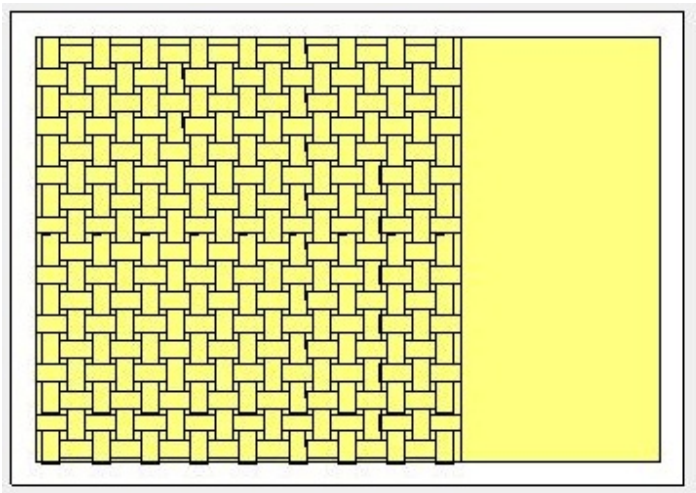

Рис. 4.13. 2D-модель кліше
1. Створюємо прямокутний об'єкт та розмножуємо його (рис. 4.13).